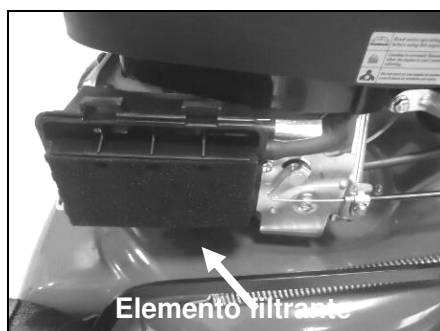

Fig.13B
3. Lave el elemento filtrante en agua con jabón. (Fig.13B) **¡NO USE GASOLINA!**